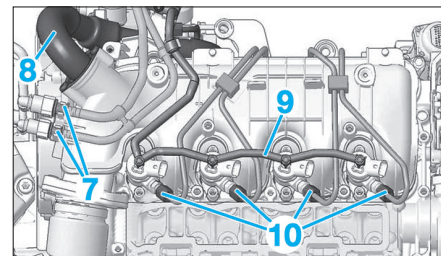

Fig. 49
- Désaccoupler les canalisations d'alimentation en carburant (7) (Fig.49).
- Déposer les fixations du tube de recyclage des gaz d'échappement (8) et l'écarter.
- Désaccoupler et écarter le faisceau de retour carburant (9).
- Desserrer les raccords (10).